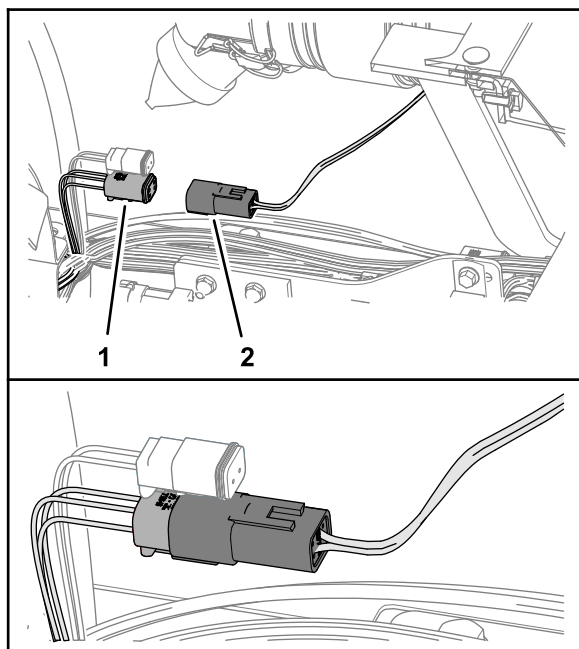

Figure 30
2. Branchez le connecteur à 4 broches du faisceau de bus ISO-CAN étiqueté To ISOBUS sur le connecteur à 4 douilles du faisceau GeoLink étiqueté CAN 1/ISOBUS (Figure 30).